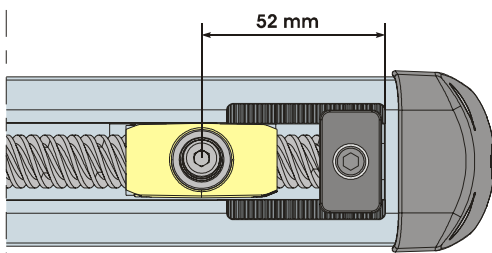
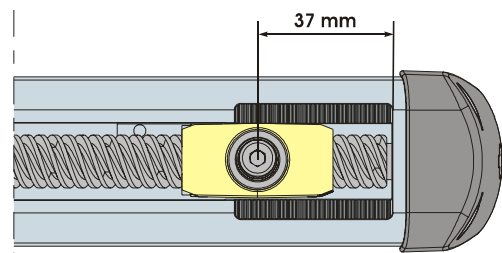

Fig. 9
Fig. 10
3) Compruebe que el empalme anterior esté en la posición indicada en la Fig.9 (con el bloqueo mecánico en cierre) o en la Fig.10 (sin el bloqueo mecánico en cierre). Si no estuviera en la posición indicada, para colocar el empalme en la correcta posición hay que alimentar momentáneamente el operador.